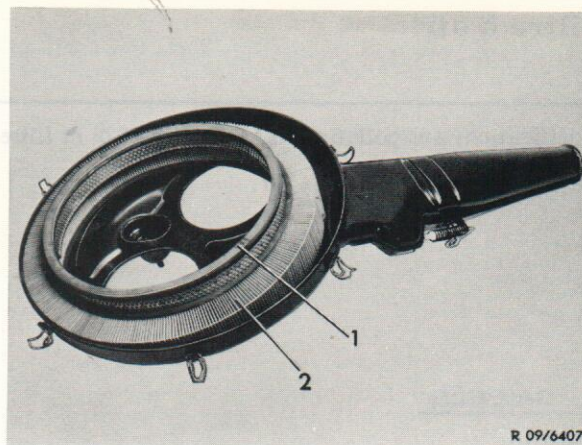

Fig. 09-1/0
L'anneau en charbon actif n'exige aucun entretien. Au montage de l'élément filtrant (2) veiller à la position correcte de l'anneau en charbon actif (fig. 09-1/0).